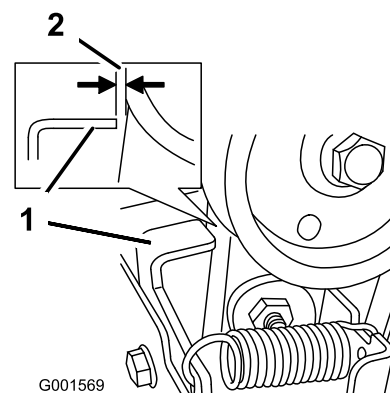

Figure 45
3. Lorsque le levier de commande de la vis sans fin/turbine est désengagé, vérifiez qu'il existe un écart de 1,5 mm entre l'embrayage de la vis sans fin et la patte, comme montré à la Figure 45.